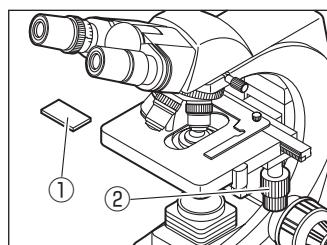

図17
3.2.2 試料の配置（図17）
- 1 メカニカルステージ①上に試料を置きます。ステージクリップ②を使用して、スライドをゆっくりと固定します。